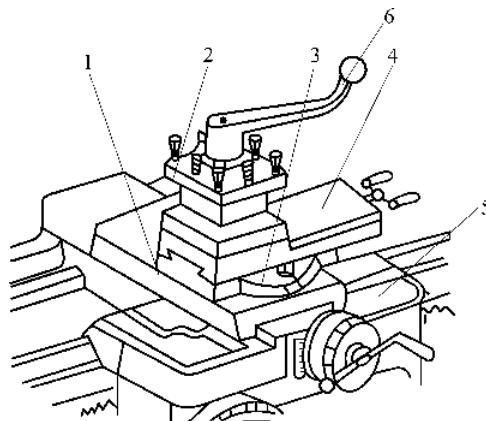

图 1-3 刀架
⑧ 刀架：刀架的结构如图 1-3 所示。刀架固定在小滑板 4 上，用于夹持车刀(可同时安装四把车刀)，刀架上有控制手柄 6。逆时针转动手柄，可转动刀架以选择车刀及其刀杆工作角度；顺时针转动手柄时，刀架则被锁紧，即可进行车削加工。